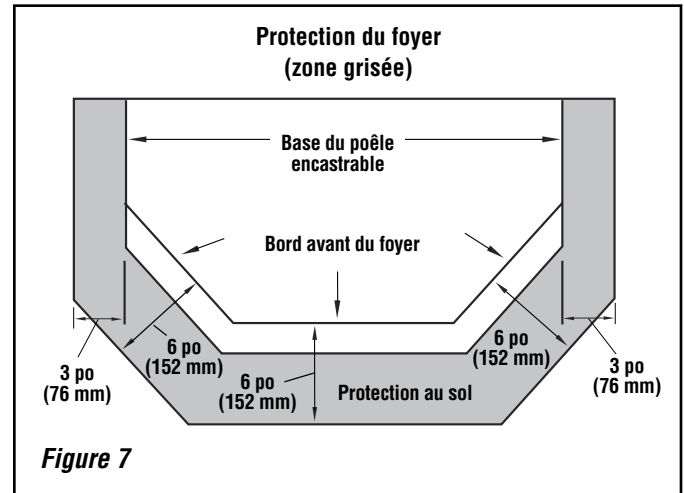

Figure 7
* Ce poêle encastrable peut s'adapter à une cheminée plus étroite à l'avant (81 cm / 32 po au lieu de 91 cm / 36 po) si l'ensemble de panneau de contour ZC de 75 mm (3 po) de profondeur est utilisé (réf. H7232). Voir figure 11C, page 13, pour plus d'information. Remarque: l'appareil étant placé plus en avant par rapport au foyer existant, il peut s'avérer nécessaire d'ajouter une protection au sol à l'avant de l'appareil (voir figure 7).
La protection au sol, impérativement composée de matériau incombustible, doit s'étendre sous le poêle encastrable à partir des plaques de contour, ainsi qu'à l'avant et sur les côtés, comme illustré à la **figure 7**. **Important :** Si le foyer n'est pas en maçonnerie, il est impératif d'installer l'ensemble de protection thermique (n° cat. 79024).